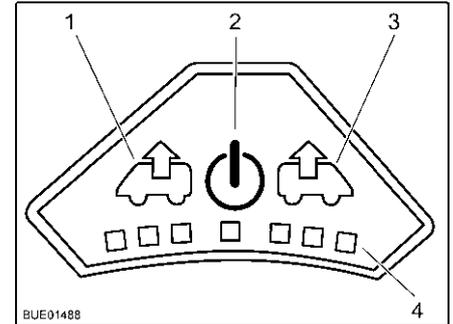

Fig. 72 Quadro comandi del ventilatore
Accensione: ■ Premere il tasto On/Off (Fig. 72,2). Il ventilatore funziona in modalità comfort (sfiato al numero di giri minimi del ventilatore).
Sfiato: ■ Per aumentare il numero di giri del ventilatore: Premere il tasto Sfiato (Fig. 72,1). Il numero di giri del ventilatore aumenta di uno stadio in direzione sfiato. I LED (Fig. 72,4) indicano gli stadi di commutazione.
■ Per ridurre il numero di giri del ventilatore: Premere il tasto Aerazione (Fig. 72,3). Il numero di giri del ventilatore si riduce di uno stadio.
Aerazione: ■ Per aumentare il numero di giri del ventilatore: Premere il tasto Aerazione (Fig. 72,3). Il numero di giri del ventilatore aumenta di uno stadio in direzione aerazione. I LED (Fig. 72,4) indicano gli stadi di commutazione.
■ Per ridurre il numero di giri del ventilatore: Premere il tasto Sfiato (Fig. 72,1). Il numero di giri del ventilatore si riduce di uno stadio.
- Premere il tasto On/Off (Fig. 72,2). Il ventilatore si ferma, i LED si spengono.